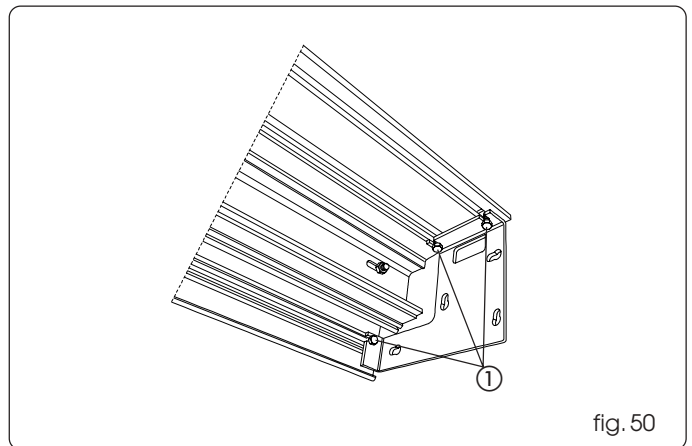

fig. 50
Assembler les pattes de fixation latérale en utilisant les tirants (fig. 50 réf. ①).